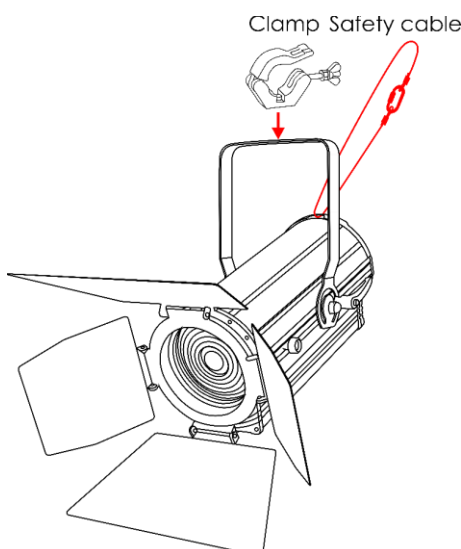

Fig. 09
- 01) Per fissare il dispositivo alla struttura di supporto, utilizzare un morsetto, come illustrato nella Fig. 09. Assicurarsi che il dispositivo non possa muoversi liberamente.
- 02) Assicurare il dispositivo con una sospensione secondaria, ad esempio un cavo di sicurezza. Assicurarsi che la sospensione secondaria sia in grado di sostenere 10 volte il peso del dispositivo. Se possibile, la sospensione secondaria deve essere collegata a una struttura di supporto indipendente dalla sospensione primaria. Far passare il cavo di sicurezza attraverso l'**occhiello di sicurezza (07)**, come illustrato nella Fig. 09.